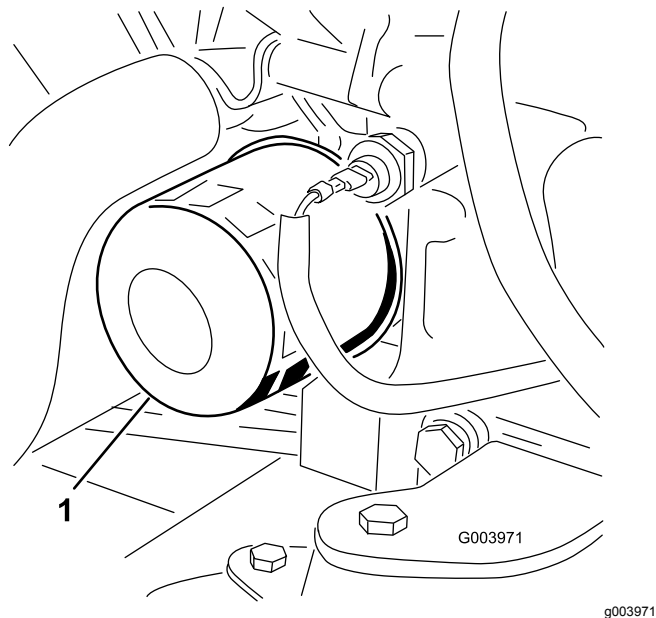

Figura 49
3. Retire o filtro do óleo (Figura 49).